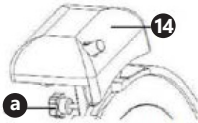

Abb. 3
- Lösen Sie die Befestigungsschraube (a) vom Messerschärfer (14) an der Rückseite des Gerätes (Abb. 3)
- Nehmen Sie den Messerschärfer vom Gerät ab (Abb. 3).